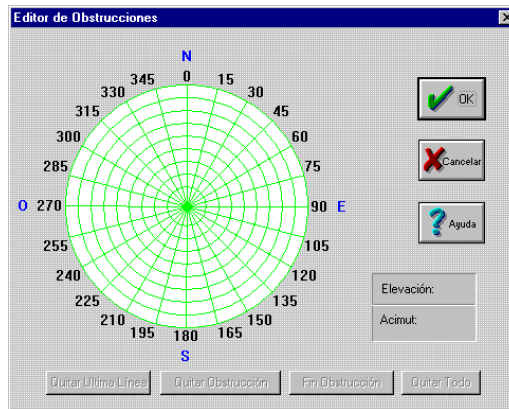

Figura A.12. Cuadro de Diálogo Editor de Obstrucción
1. Seleccione **Obstrucción** en el menú **Lista de Estaciones** (o haga click en **Obstr.** en el cuadro de diálogo **Editor de Estaciones**) para abrir el cuadro de diálogo **Editor de Obstrucción** (Figura A.12).